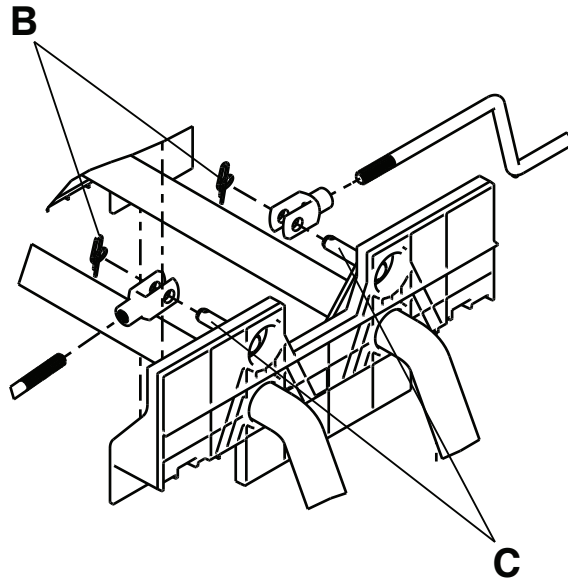

Figure 19 – Retirer les goupilles bêta des goujons
6. À l'aide d'une pince à becs fins, retirer les goupilles bêta (B) des goujons (C) sur l'ensemble soudé du levier de débrayage de la commande latérale (Figure 19).